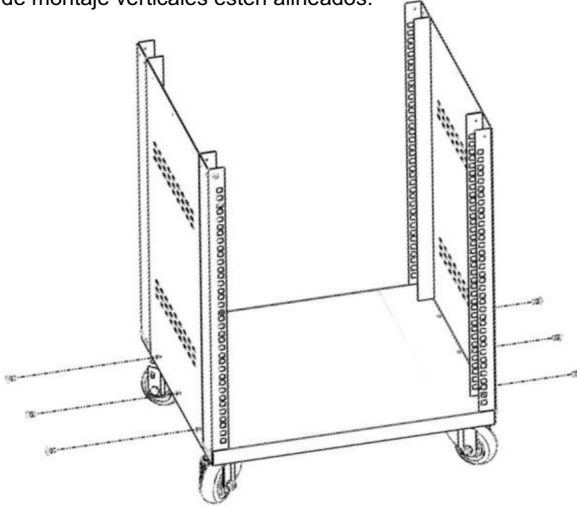

figura 3
3. Alinee el panel lateral con el panel inferior, asegúrelo con 3 tornillos de cabeza cruzada M5 con un destornillador eléctrico. Luego adopte el mismo paso para fijar otro panel lateral. Consulte la Figura 3.